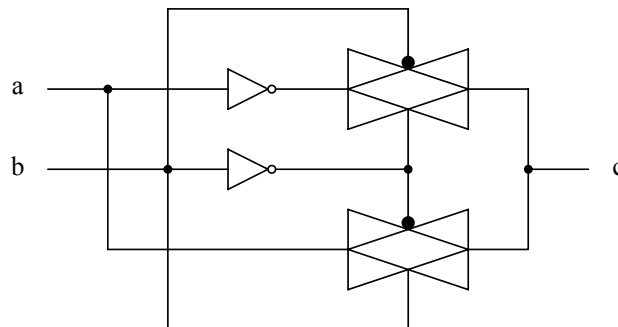

Bild 4.1: Schaltung mit Transferrgates
- a) In Bild 4.1 ist eine mit Transferrgates aufgebaute Schaltung abgebildet. Füllen Sie die Wahrheitstabelle (Tabelle 4.1) aus! Welche Funktion wird realisiert?